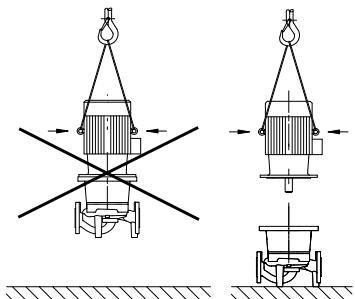

Fig. 6: Transport du moteur
- Si des œillets de transport ont été montés au niveau du moteur, alors ils ne sont dédiés qu'au transport du moteur et non de la pompe complète (fig. 6).